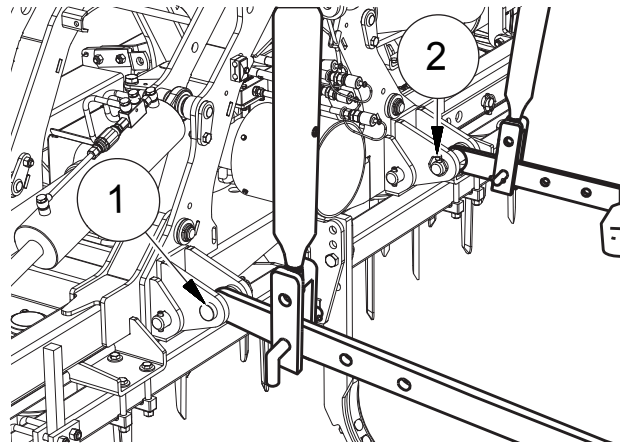

FIG. 27
- Die Hebeschienen den unteren Anschlüssen nähern ("Fig. 27"). Die Anbau-Pins einsetzen (1). Die Pins mit den ausgestatteten Auslöse-Splintern sperren.